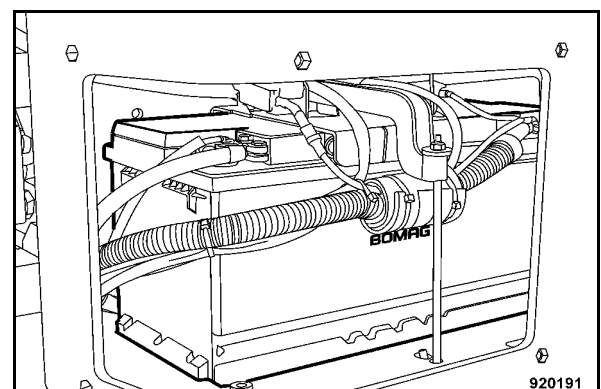

Fig. 154
- Nettoyer la batterie et le caisson (Fig. 154).